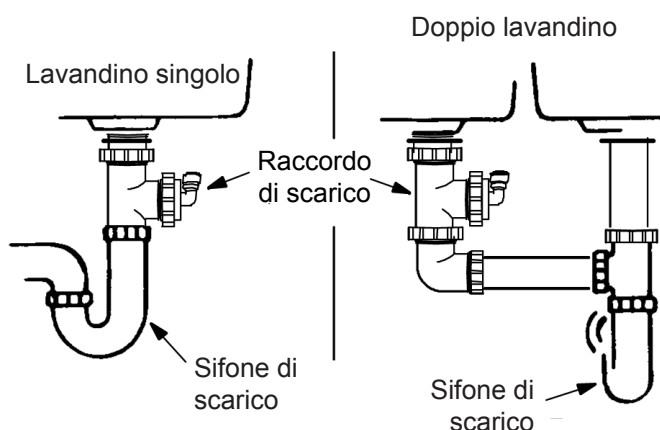
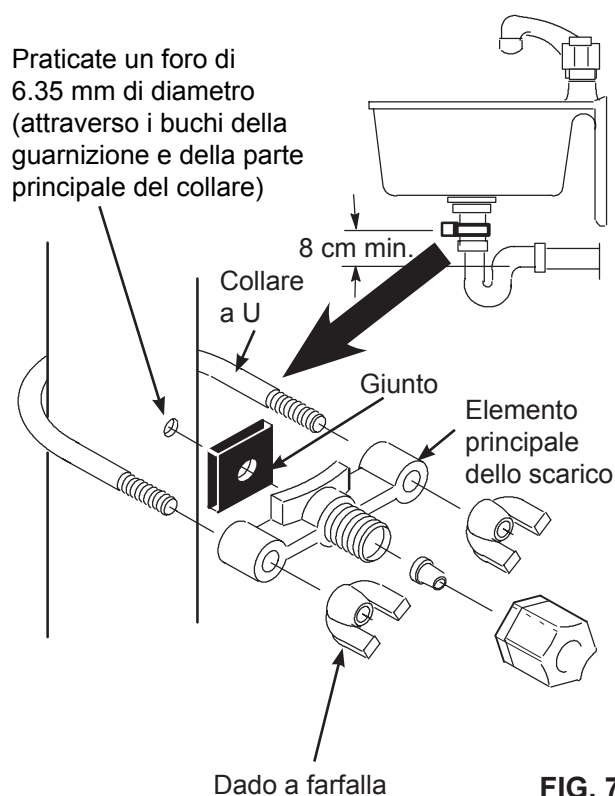

FIG. 6
FIG. 7
- **Installare il collare di scarico in dotazione con il vostro dispositivo** (cfr. Fig. 6 & 7). Nel caso di un'installazione sotto il lavello installare il collare di scarico tra il lavello e il sifone. Cf Fig. 6.
Nella scatola è fornito un collare di scarico. Analizzate i diversi elementi del collare di scarico illustrati in Fig. 7. Il collare di scarico è sempre installato sul tubo di scarico, sopra o a monte del sifone. Cfr. Fig. 6. Assicuratevi di rispettare le esigenze locali in materia idraulica.
3. Avvitare i due dadi ad alette sull'anello a U e stringete ma senza forzare in modo da non rompere il collare o da non chiudere il tubo di scarico. Cfr. Fig. 7